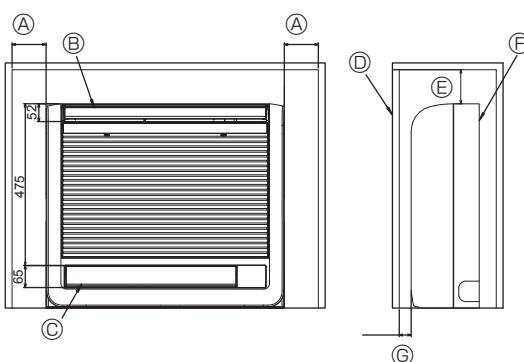

Fig. 6-1
6.1. İç ünitenin duvara gömülmesi (Fig. 6-1)
- (A) 100 mm veya daha fazla